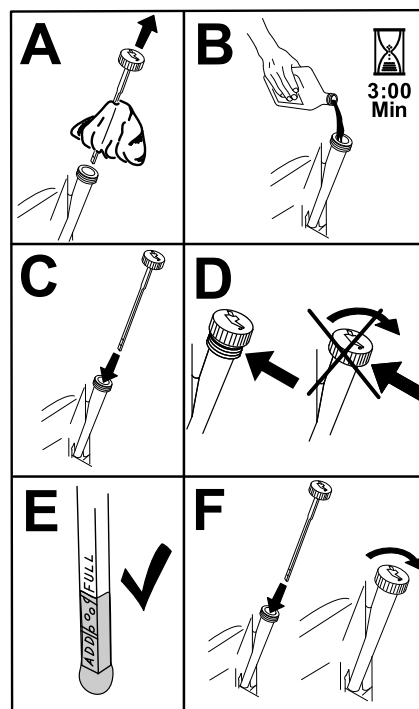

Рисунок 18
- Медленно залейте приблизительно 80% масла указанного типа в заливную горловину и затем медленно добавляйте масло, чтобы довести его уровень до отметки **Full (Полный)** (Рисунок 18).
3. Заполните картер свежим маслом соответствующего типа (Рисунок 18).